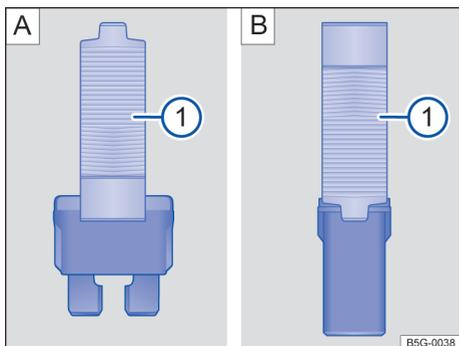

Fig. 176 Retirar ou colocar o fusível com a pinça de plástico: **A**): fusível plano, **B**): fusível de bloqueio.
- Se necessário, retirar a pinça de plástico → Fig. 176 **A** **1** da cobertura da caixa de fusíveis.
- De acordo com a versão do fusível, colocar as garras adequadas do alicate plástico → Fig. 176 **A** **1** ou → Fig. 176 **B** **1** lateralmente no fusível.